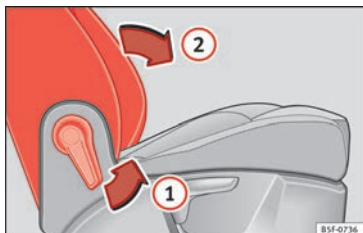

Fig. 148 Banco dianteiro do passageiro: alavanca para rebater o encosto.
- Puxe a alavanca (1) » **Fig. 148** e empurre o encosto para a frente (2) para que este fique em posição horizontal.